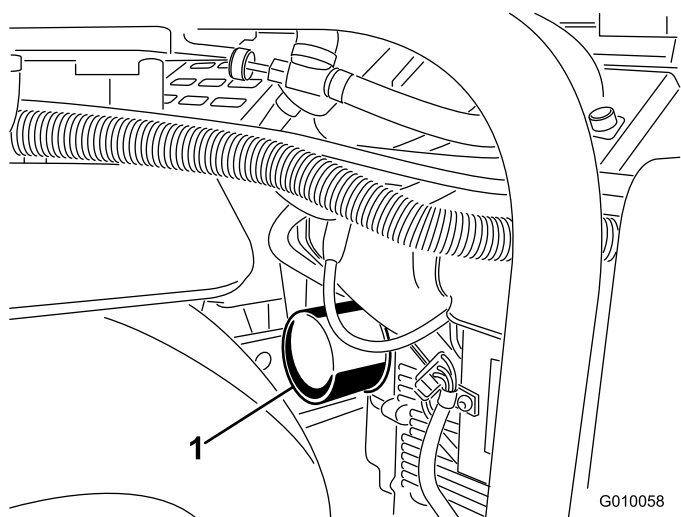
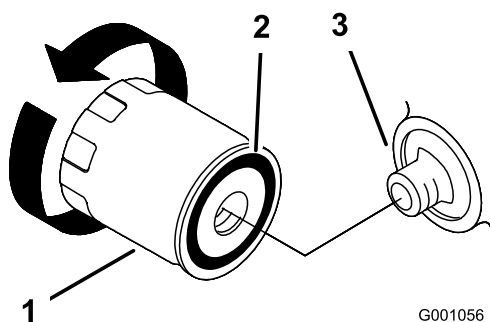

Figura 47
Figura 48
6. Mettere una bacinella o uno straccio sotto il filtro per raccogliere l'olio di spurgo (Figura 47).
7. Togliete il filtro usato (Figura 47 e Figura 48) e pulite la superficie della guarnizione dell'adattatore del filtro.